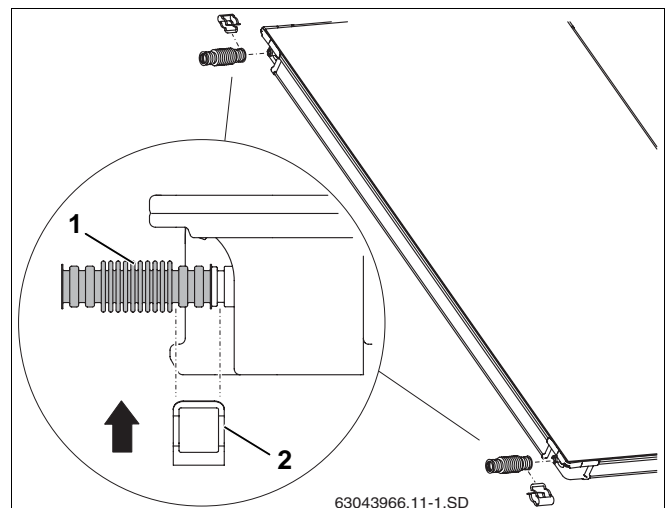

Bild 48 Montera den korrugerade rörkopplingen på den första solpanelen
- ▶ Skjut den korrugerade rörkopplingen (bild 48, **pos. 1**) till den första solpanelens vänstra anslutningar.
- ▶ Skjut klämman (bild 48, **pos. 2**) över den korrugerade rörkopplingen och solpanelsanslutningen som säkring.